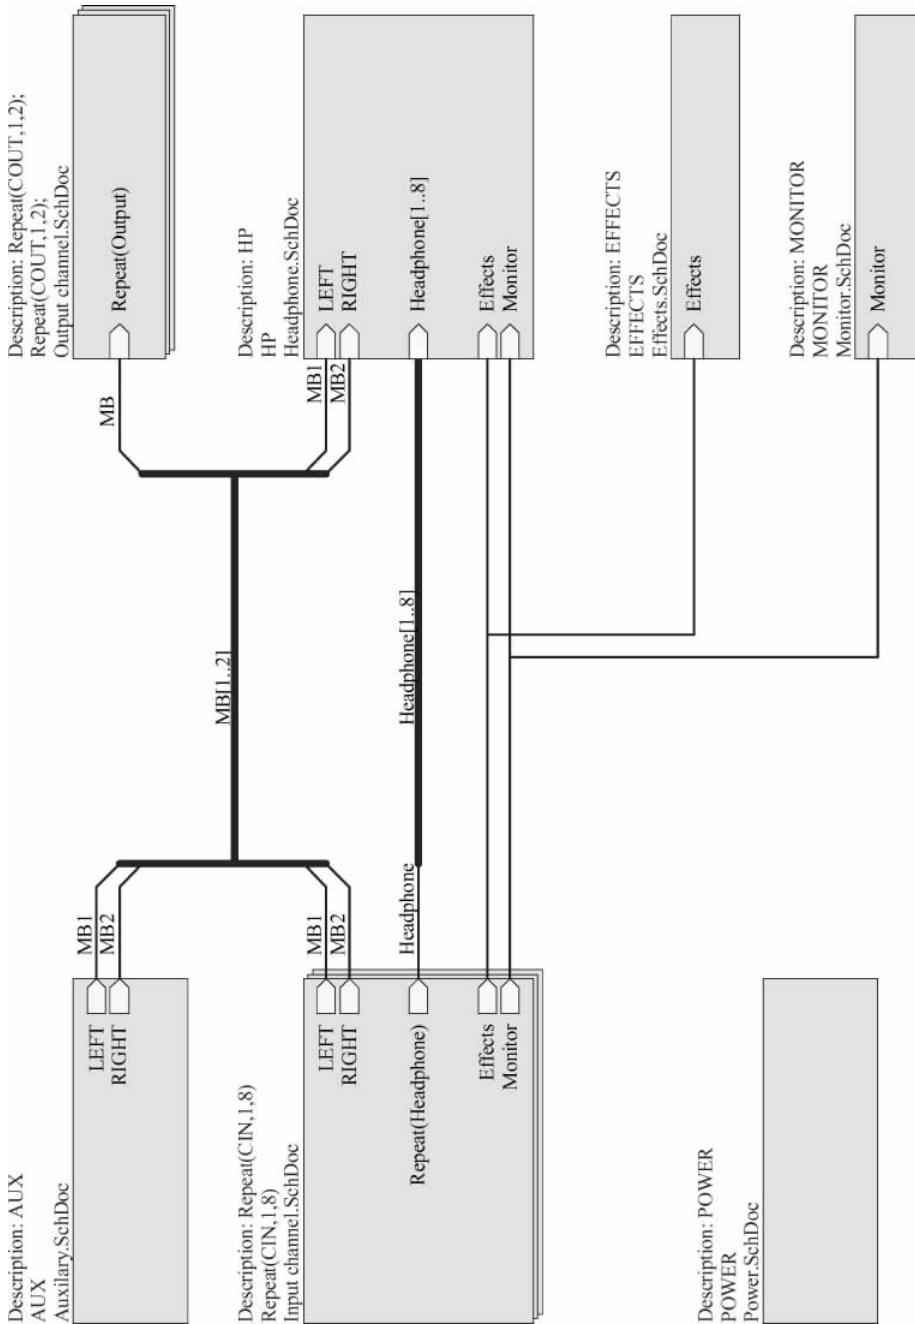
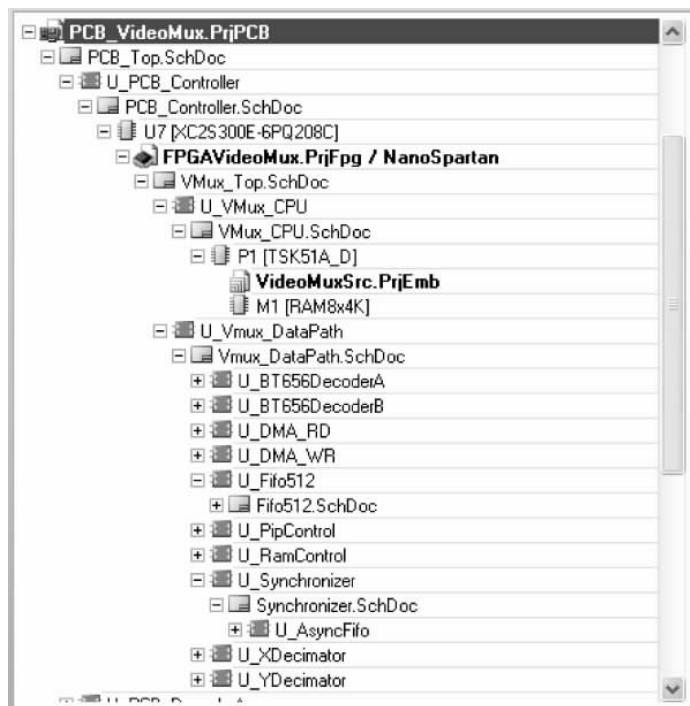

图 1-13 Mixer, SchDoc 主原理图
图 1-14 复杂的层次原理图文件结构
② 单击主原理图文件名 Mixer.SchDoc，打开编辑器窗口，如图 1-13 所示。
- ③ 在此使用了两种不同的连接方式。
- 总线连接。重新定义主原理图的端口，使用总线、总线分支连接的端口，参见图 1-13 中的“MB[1..2]”。
- 导线与总线连接。图 1-13 中的 Input channel. SchDoc 子原理图的 Repeat(Headphone) 端口，由于被重复使用了 8 次，而与子原理图 Headphone. SchDoc 的“Headphone[1..8]”连接时，产生了导线类别差异，使用导线与总线结合的方式。
(8) 复杂的层次性原理图
① 单击打开 PCB_VideoMux. PrjPCB 项目文件，选中面板上的“结构编辑器”单选按钮。文件结构如图 1-14 所示，可以看出，它不是简单地将子原理图组合，而是在子原理图下包含着子原理图。